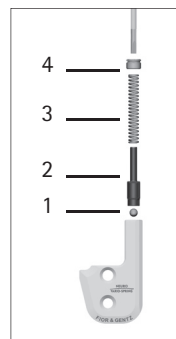

Abb. 8
1. Setzen Sie die Funktionseinheit, bestehend aus Kugel (1), Bolzen (2) und Druckfeder (3), in der richtigen Reihenfolge zusammen (Abb. 8).
2. Drehen Sie die Druckschraube (4) fest ein, um die Funktionseinheit im Federkanal der Deckplatte zu fixieren.